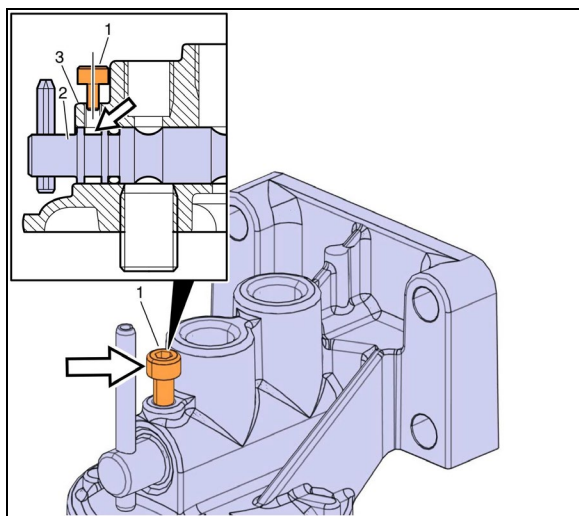

FIGURA 6: TORNILLO HUECO HEXAGONAL M5
6. Afloje el tornillo hueco hexagonal M5 (1) en la carcasa del filtro de refrigerante (3) hasta que libre la ranura en el husillo (2) (Figura 6).